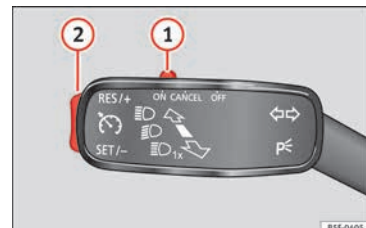

Fig. 48 Ver ubicación en la **pág. 9-10**
- Conectar el GRA: desplace el conmutador »» **fig. 48 ①** hasta **ON**. El sistema está encendido. El sistema no regula al no haber programado ninguna velocidad.
- Activar el GRA: pulse el botón »» **fig. 48 ②** en la zona **SET/-**. La velocidad actual se memoriza y regula.
- Desconectar el GRA temporalmente: desplace el conmutador »» **fig. 48 ①** hasta **CANCEL** o pise el freno. La regulación se desconecta temporalmente.
- Conectar el GRA de nuevo: pulse el botón »» **fig. 48 ②** en **RES/+**. La velocidad memorizada se guarda y regula otra vez.
- Aumentar velocidad programada durante regulación de GRA: pulse botón **②** en **RES/+**. El vehículo acelera hasta la nueva velocidad guardada.
- Reducir velocidad programada durante regulación de GRA: pulse botón **②** en **SET/-** para reducir 1 km/h (1 mph). La velocidad se reduce hasta alcanzar la nueva velocidad memorizada.
- Desconectar el GRA: desplace el conmutador »» **fig. 48 ①** a **OFF**. Se desconecta el sistema y la velocidad memorizada se borra.